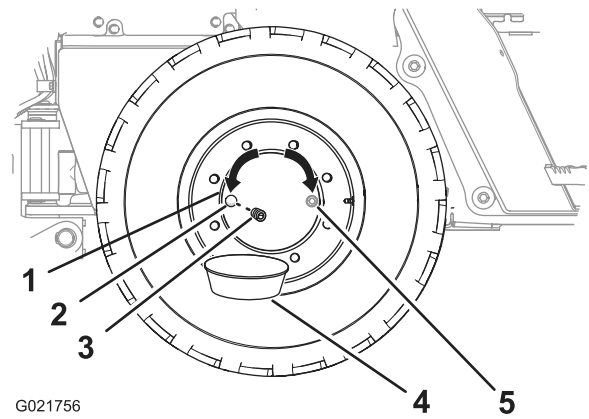

Bild 84
4. Stellen Sie eine Auffangwanne unter die Ablassschraube in der Radnabe (Bild 84).
5. Nehmen Sie die Schraube aus der Radnabe (Bild 84).
6. Der Ölstand sollte an der Unterseite des Gewindes der Öloffnung sein (Bild 84).
8. Setzen Sie die Schraube in die Öloffnung der Radnabe ein (Bild 84).
2. Bewegen Sie die Maschine vorwärts oder rückwärts, bis die Schraube für die Radnabe entweder auf 3 Uhr oder 9 Uhr steht (Bild 84).